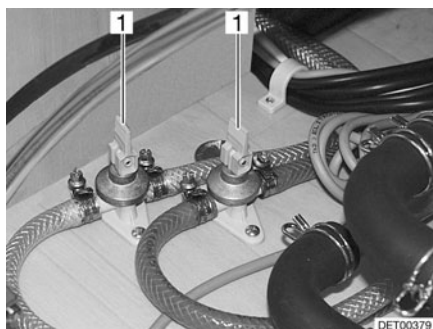

Fig. 115 Llaves de desagüe
- Cerrar las llaves de desagüe. Colocar para ello los balancines (Fig. 115,1) en posición horizontal.
- Abrir las llaves de desagüe (Fig. 115). Colocar para ello los balancines (Fig. 115,1) en posición vertical. La caldera se vacía hacia fuera a través de las llaves de desagüe.